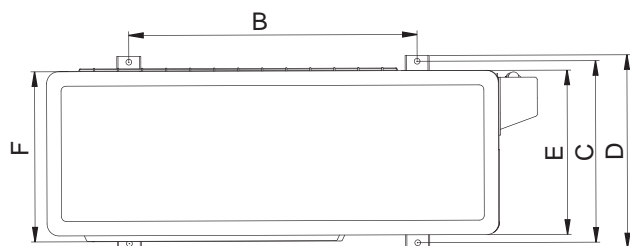

Рис. 6-4
- минимальные расстояния от блока до препятствия, указанные в соответствующей таблице, должны быть изменены при установке блока в закрытом помещении; препятствия должны отсутствовать в двух из трех возможных направлениях потока воздуха (см. рис.6-4 и 6-5).